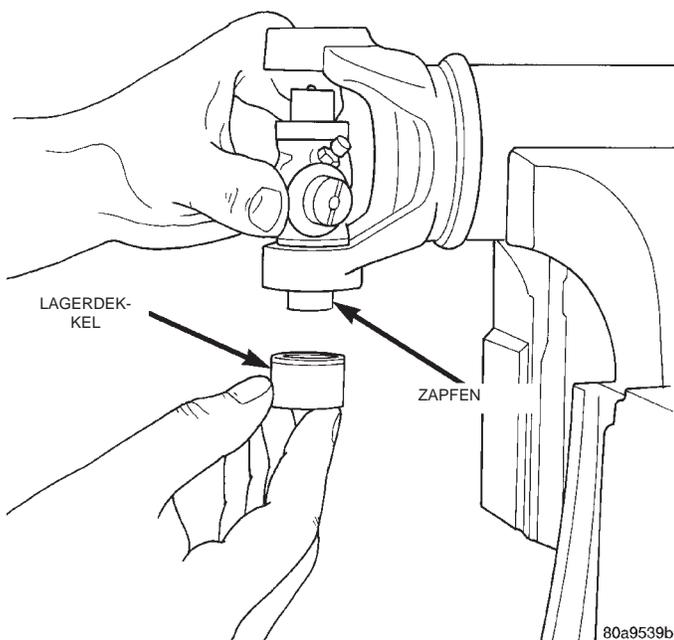

Abb. 22 Lager am Zapfen einbauen
(3) Einen Lagerdeckel über den Zapfen schieben und mit der Bohrung ausrichten (Abb. 22). Die Nadeln des Nadellagers müssen stets senkrecht stehen, um einen korrekten Einbau zu ermöglichen.
(4) Den Lagerdeckel so weit in die Bohrung einpressen, daß sich der Sicherungsring einsetzen läßt.
(5) Sicherungsring einbauen.